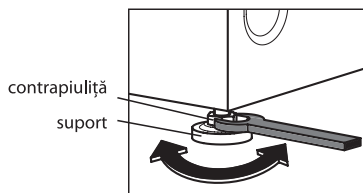

Figura 5
3.2.2 Așezați mașina după nivel strict orizontal, deșurubând sau răsucind, în primul rând, suporturile reglabile din față, în conformitate cu Figura 5: slăbiți cu cheia pentru piulițe contrapiulițele de pe suporturi, reglați înălțimea suporturilor, strângeți contrapiulițele. Instalarea încorectă a mașinii după nivel sau strângerea insuficientă a contrapiulițelor ulterior poate fi o sursă de vibrație și de zgomot sporit în timpul funcționării mașinii.